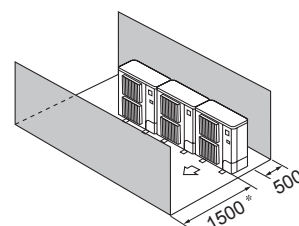

Fig. 2-12
- ④ Obstacles à l'avant et à l'arrière (Fig. 2-12)